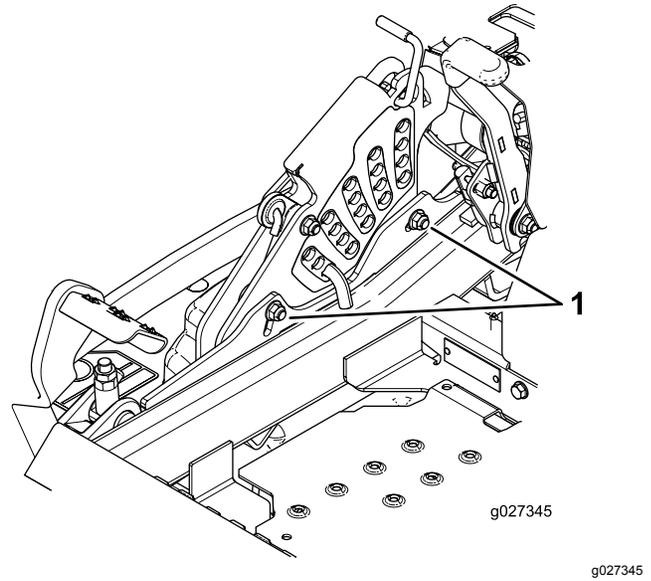

Figura 87
borde inferior de la pletina de altura de corte. Consulte Figura 87.
14. Apriete los 2 pernos en el borde inferior de la pletina de altura de corte (Figura 87). Apriete los pernos a 37–45 N·m (27–33 pies-libra).